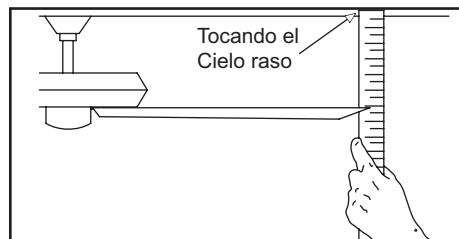

Figura 12
2. La mayoría de los problemas de oscilación del ventilador se deben a que las aspas no están al mismo nivel. Verifica este nivel seleccionando un punto en el techo sobre la punta de una de las aspas. Mide desde un punto en el centro de cada aspa al punto en el techo. Mide esta distancia como se muestra en la Figura 12. Gira el ventilador hasta que la siguiente aspa quede en posición para medir. Repite el procedimiento para cada aspa. Las desviaciones de la medición no deben pasar de  $1/8"$  (3.2 mm). Enciende el ventilador por 10 minutos.